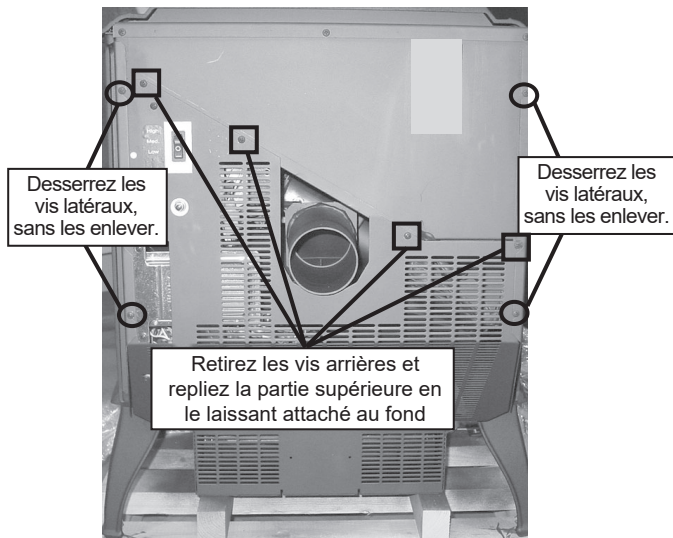

Figure 27.1
- Retirez 4 vis de l'écran du bas et faire pivoter le haut de l'écran vers vous en laissant le bas attaché au poêle. **Figure 27.1.**